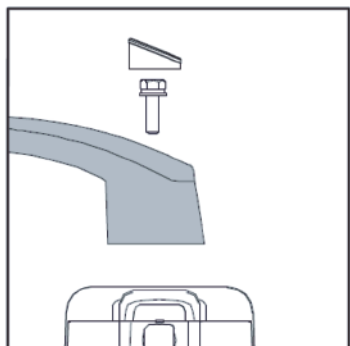

Рис. 5
5. Установите на компрессор ручку для перемещения (рис. 5).